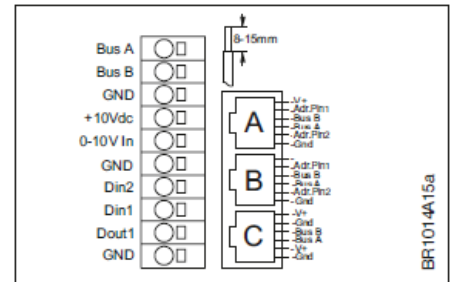

Abbildung 3-14.1
- A/D-Steuersignale sind in der Klemmenreihe anzuschließen, siehe Abb. 3-14.1.